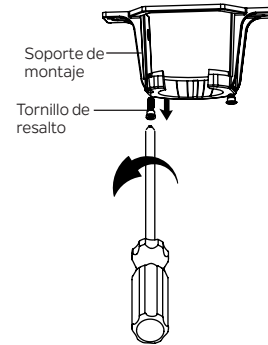

Figura 15
Paso 1. Quite uno de los dos tornillos de resalto en el soporte de montaje. Afloje el segundo tornillo de resalto sin quitarlo por completo. (Figura 15)